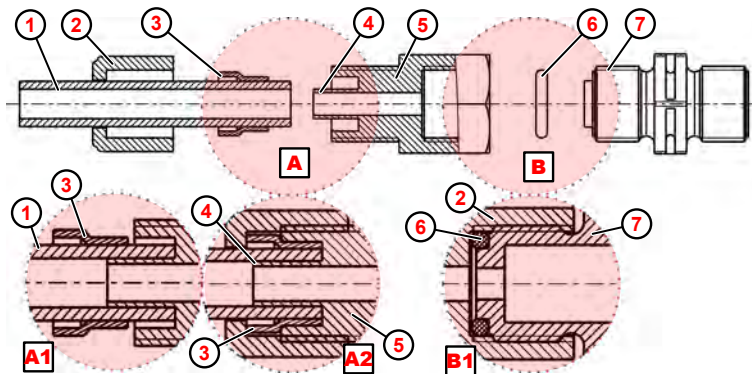

Fig. 7: Attacco tubo rigido e tubo flessibile con manicotto di sostegno integrato.
- 1.** ➤ Inserire l'O-Ring ( Fig. 7 , ⑥ ) nel dado della valvola di aspirazione/di mandata ⑦ .
- 2.** ➤ Serrare la vite di accoppiamento ⑤ (dettaglio **B1** ).
- 3.** ➤ Tagliare il tubo flessibile ① dritto.
- 4.** ➤ Fare scorrere il dado per raccordi ② nel tubo flessibile ① .
- 5.** ➤ Fare scorrere l'anello di bloccaggio ③ nel tubo flessibile ① .
- 6.** ➤ Fare scorrere il tubo flessibile ① fino a fine corsa sul manicotto di supporto ④ (dettaglio: **A1** ).
- 7.** ➤ Serrare la vite di accoppiamento ⑤ (dettaglio **A2** ).